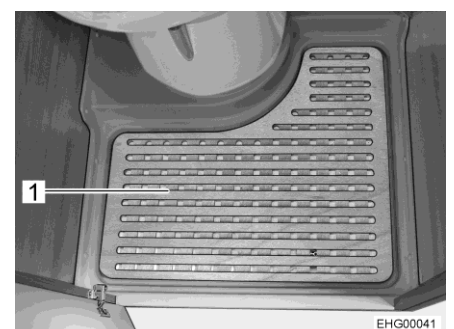

Bild 70 Uttagbar golvplatta
- Ta bort den uttagbara golvplattan (Bild 70,1) när du vill duscha.